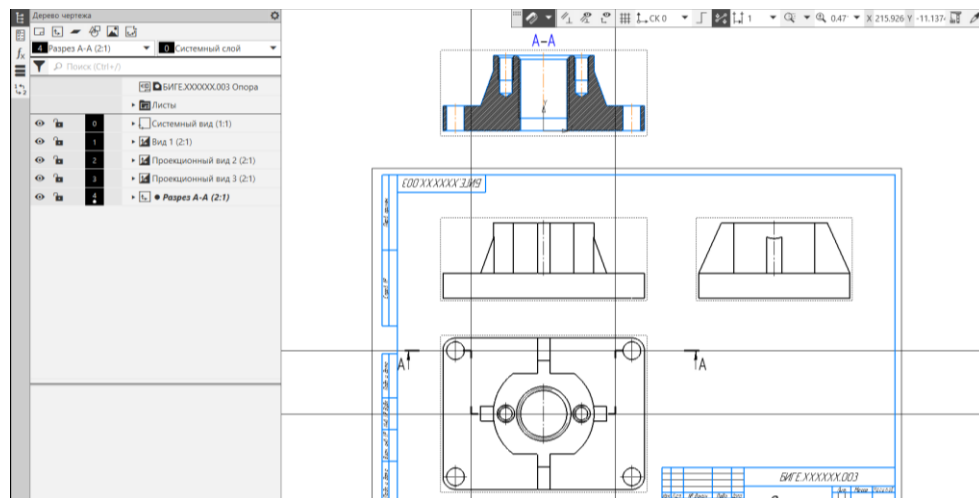

Рис. 37 Результат выполнения команды «Линия сложного разреза/сечения»
- Черчение – Обозначения – Линия разреза/сечения – Линия сложного разреза/сечения (рис. 37).